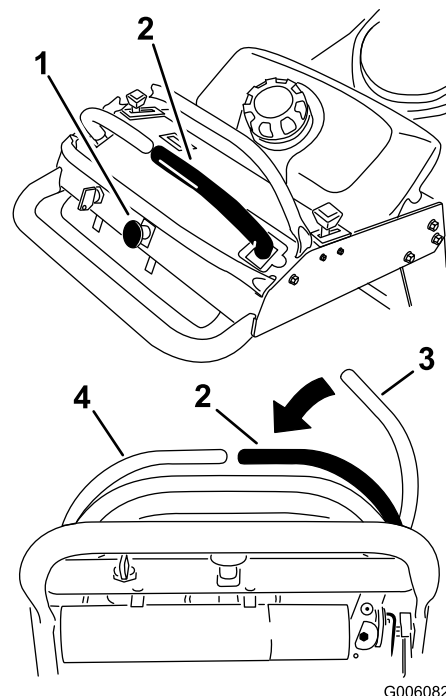

Figure 7
1. Pour engager les lames du tablier de coupe, placez le levier de commande de déplacement droit au centre, en position déverrouillée (Figure 7).